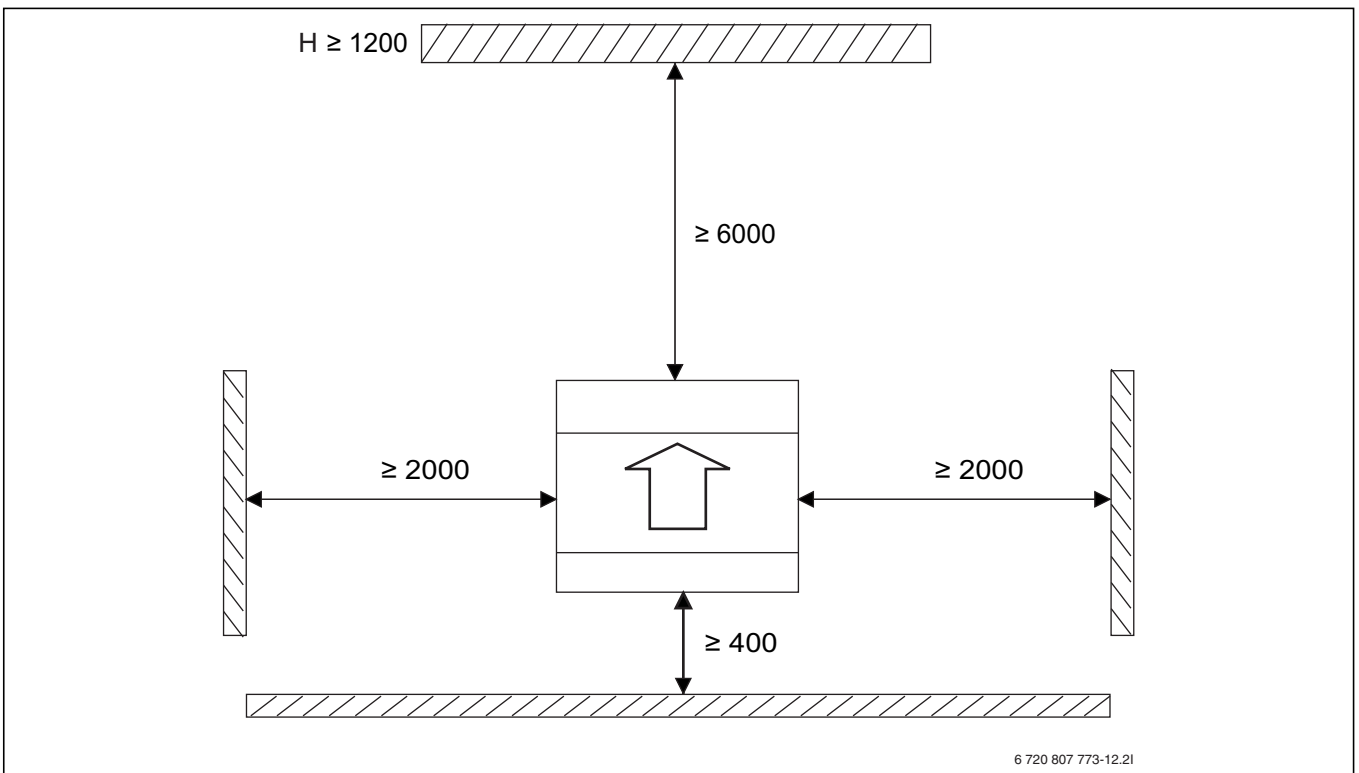

Рис. 77 Мин. свободное пространство между тепловым насосом и окружающими предметами (мм)
- Тепловой насос необходимо установить так, чтобы не создавать препятствий потоку воздуха через испаритель (→ Рис. 77).